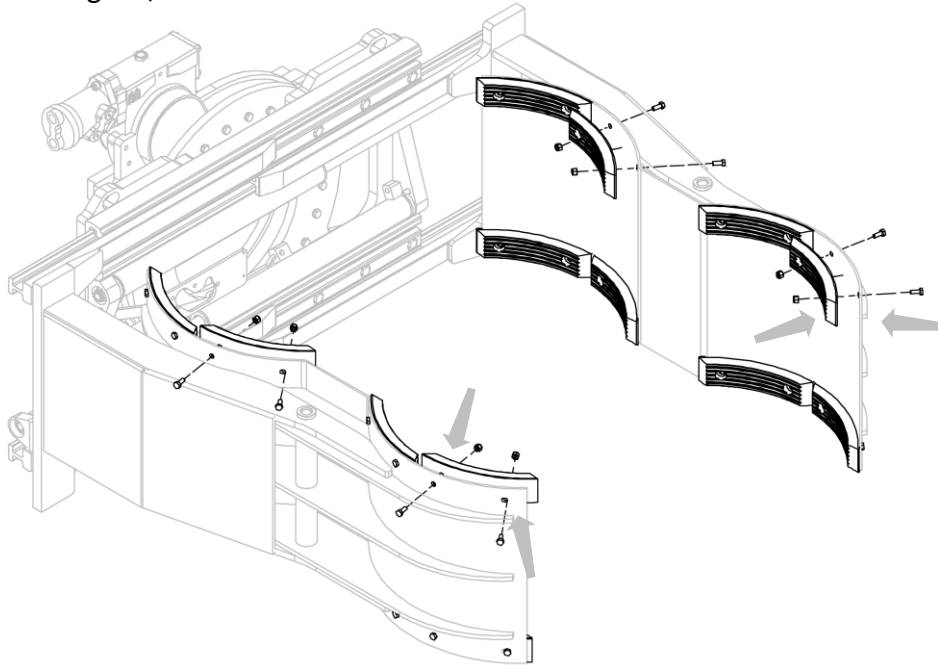
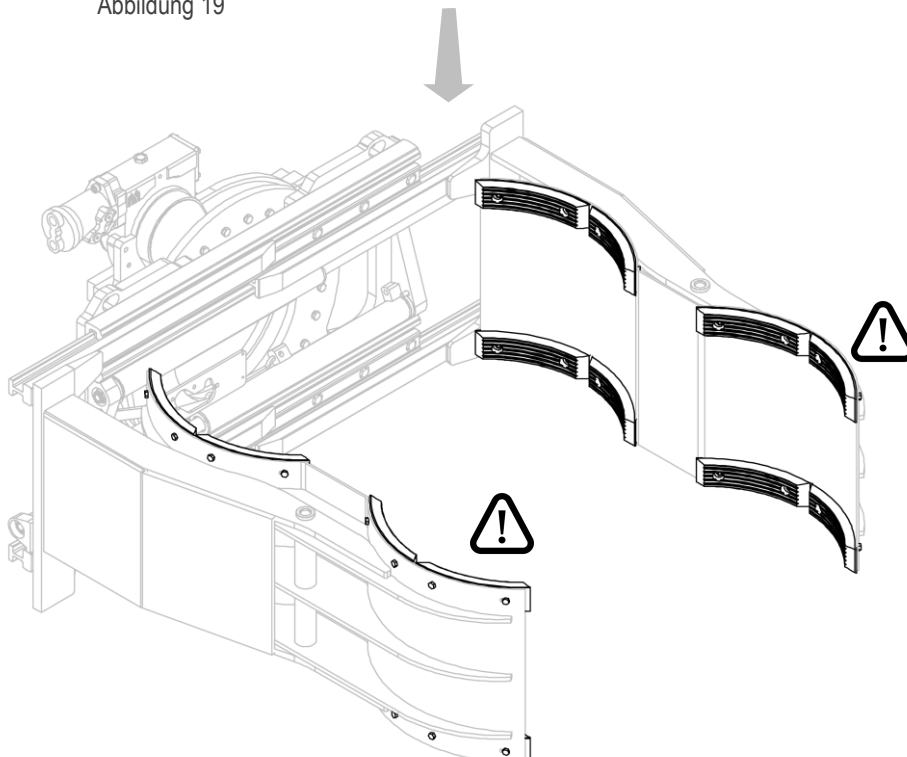

Abbildung 19
Abbildung 20
3. Schrauben Sie die Gummiplatten mit den Schrauben und Muttern fest (siehe *Abbildung 19* und *Abbildung 20*).